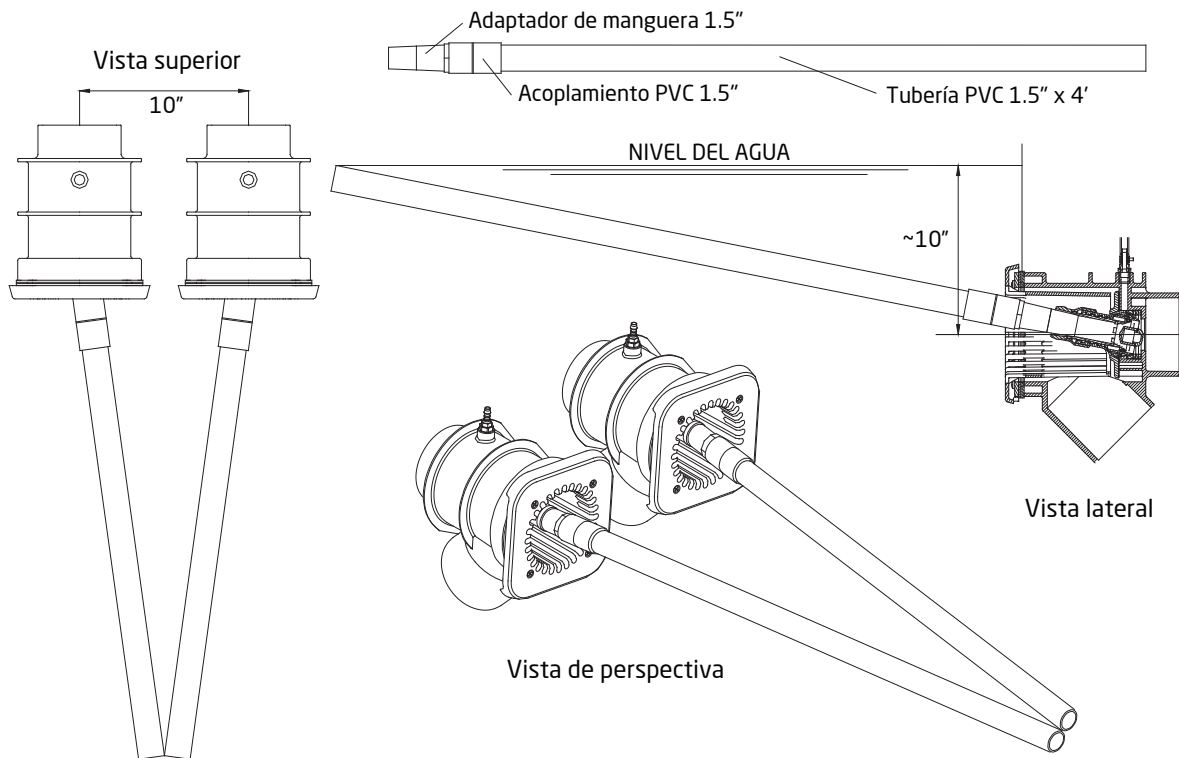

Figura 16
4. Poner los extremos de las herramientas de ajuste juntos para que se toquen entre las carcasas de chorro. Luego levantar las herramientas juntas para que los extremos toquen la superficie del agua. (Ver Figura 16)